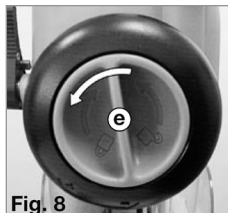

Fig. 8
1. Stil neddykningsvælgeren (e) på »unlock« (løs). Drej den mod urets retning så den »springer« op (det kan eventuelt være nødvendigt at presse let på overfræsersens) og fortsæt indtil der lyder et »klik«. **Fig. 8.** Kontrollér at neddykningslåsehåndtaget (g) er løsnet.
1. Stil neddykningsvælgeren (e) på »unlock« (løs). **Fig. 8,** og kontrollér at neddykningslåsehåndtaget (g) er løsnet.